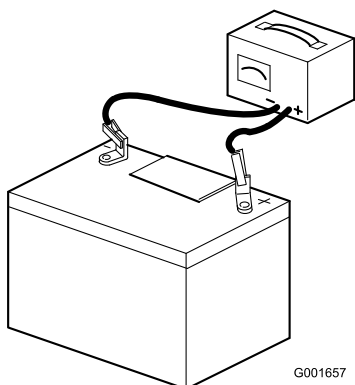

Figura 6
7. Conecte un cargador de batería de 3 a 4 amperios a los bornes de la batería (Figura 6). Cargue la batería a un ritmo de 3 a 4 amperios durante 4–8 horas.